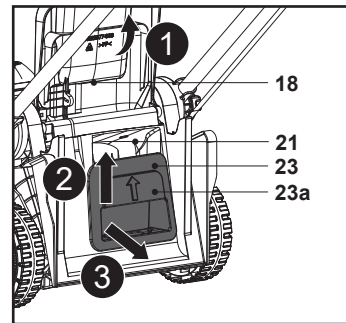

Fig. 16
2. Levante a pega com reentrância (23a) e puxe o encaixe do triturador (23) para fora da conduta de descarga traseira (21) e, em seguida, retire o encaixe do triturador (23) (Fig. 16).